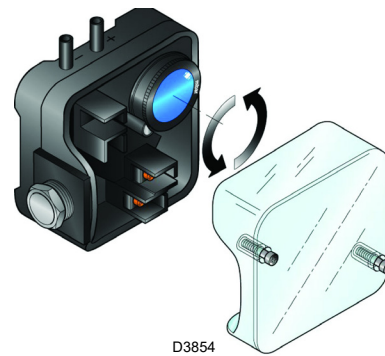

Fig. 30
- Regular el presostato aire (Fig. 30 en la pág. 28) en el inicio de la escala.
Efectuar la regulación del presostato aire, después de haber efectuado todas las demás regulaciones del quemador, con el presostato aire ajustado al inicio de la escala (Fig. 30).